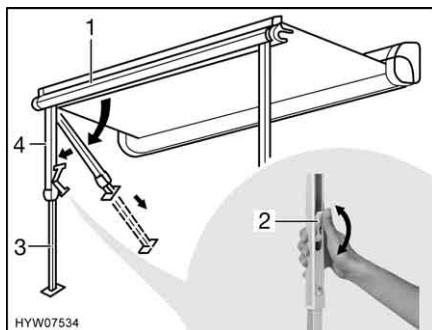

Fig. 6 Installazione dei montanti di supporto
- Rimuovere i montanti di supporto (Fig. 6,4) dal listello anteriore (Fig. 6,1) esercitando una leggera pressione verso l'esterno, quindi ribaltarli e collorcarli.
- Estrarre la parte inferiore dei montanti di supporto (Fig. 6,3) fino alla lunghezza desiderata.
- Chiudere il bloccaggio presente sui montanti di supporto. A tale scopo, spingere la leva di serraggio (Fig. 6,2) verso l'alto.